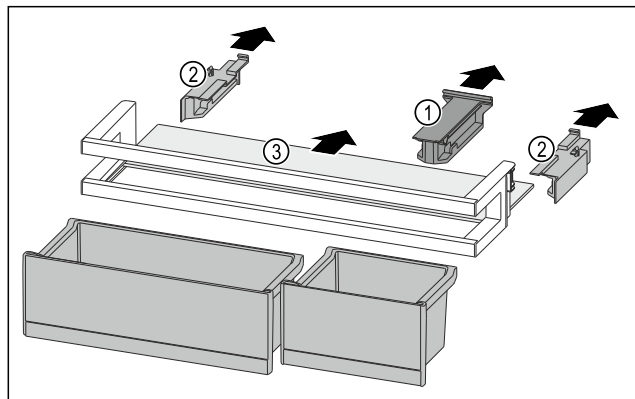

Fig. 88
- ▶ Снимите крепление Fig. 88 (1).
- ▶ Снимите боковые части Fig. 88 (2).
- ▶ Извлеките съемную полку Fig. 88 (3).